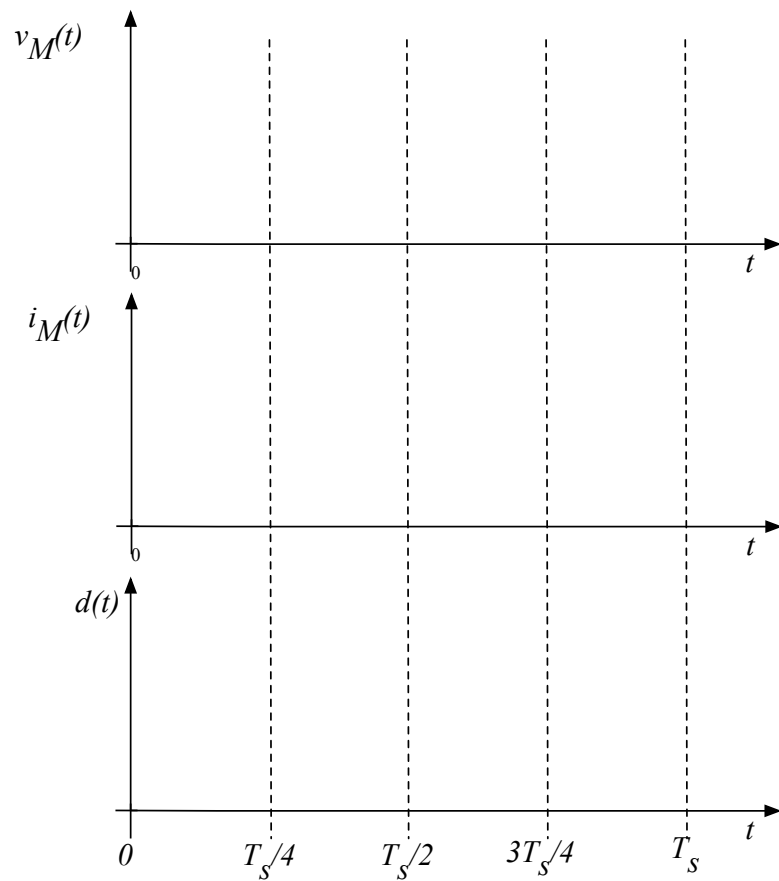

Figura 3 – Principais formas de onda do conversor cc-ca acionando um motor de corrente contínua.
- 1) Esboce as formas de onda observadas no osciloscópio na Figura 3.